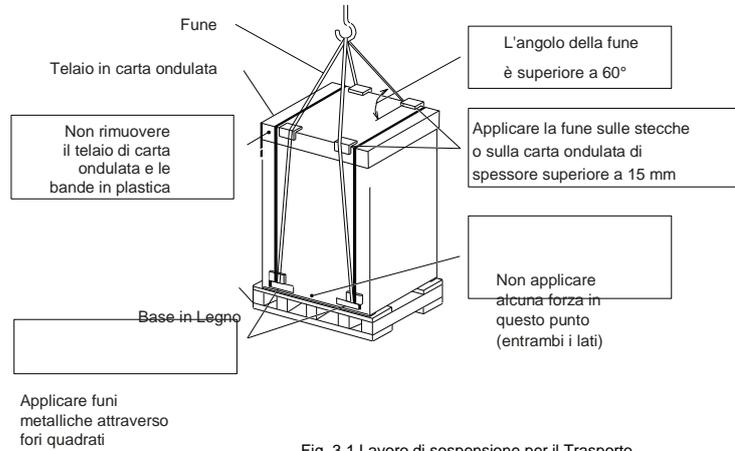

Fig. 3.1 Lavoro di sospensione per il Trasporto
(1) Non rimuovere alcun materiale di imballaggio.
(2) Appendere l'unità in condizioni di imballaggio con due (2) funi, come mostrato in Fig. 3.1.